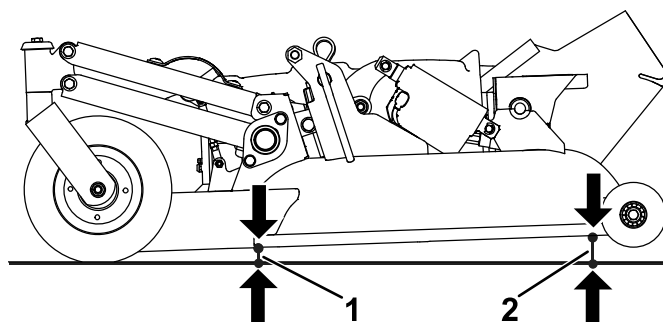

Figura 98
3. Misurate la distanza tra il suolo e il punto più avanzato dell'apparato di taglio (Figura 98).
4. Misurate la distanza tra il suolo e il punto più arretrato dell'apparato di taglio (Figura 98).